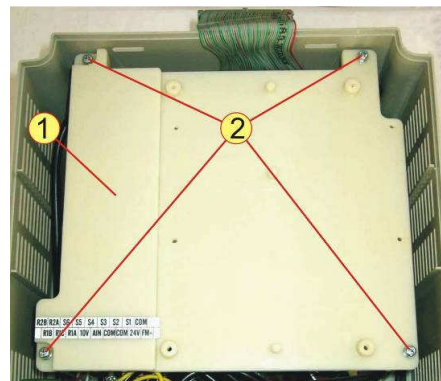

Рис.6.5
**6.4.1** Выкрутить четыре винта 2, снять монтажную панель 1 (рис.6.5). Положить винты и панель в тару.